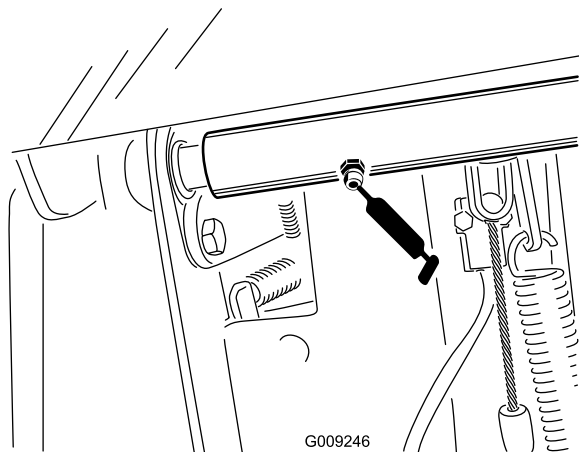

図 36
- ・ ブレーキペダルのピボットのベアリング2ヶ所 図 36